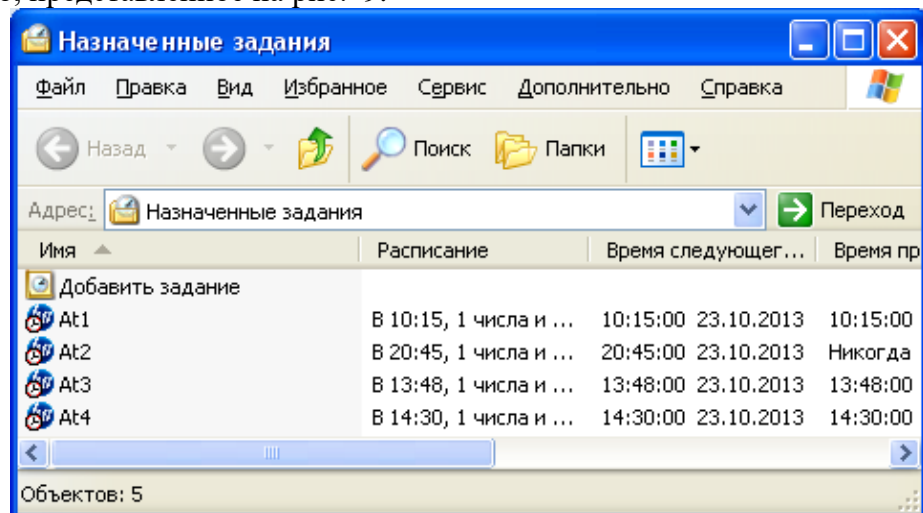

Рис. 9
1) Нажмите: **Пуск->Все программы->Стандартные->Служебные->Назначенные задания**. Появится окно, представленное на рис. 9.